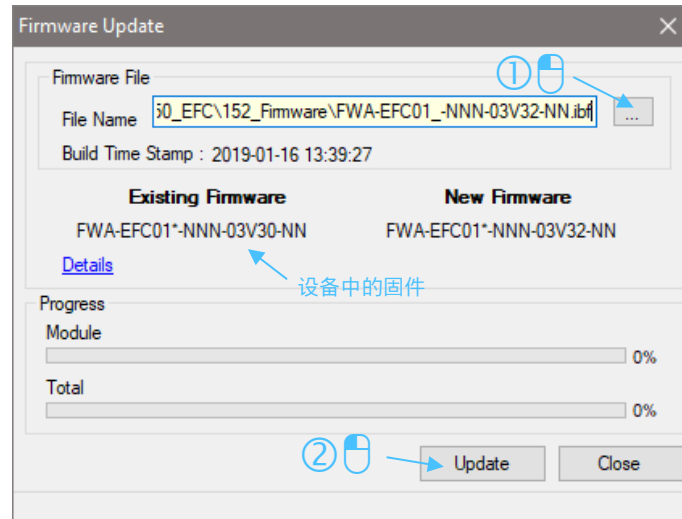

图 13: 固件更新窗口
- ▶ 单击 "..." 导航至固件文件 (\*.ibf)，然后单击 "更新" 将其下载到设备上（请参见 图 13: 固件更新窗口）。也可以通过此方式进行固件降级。